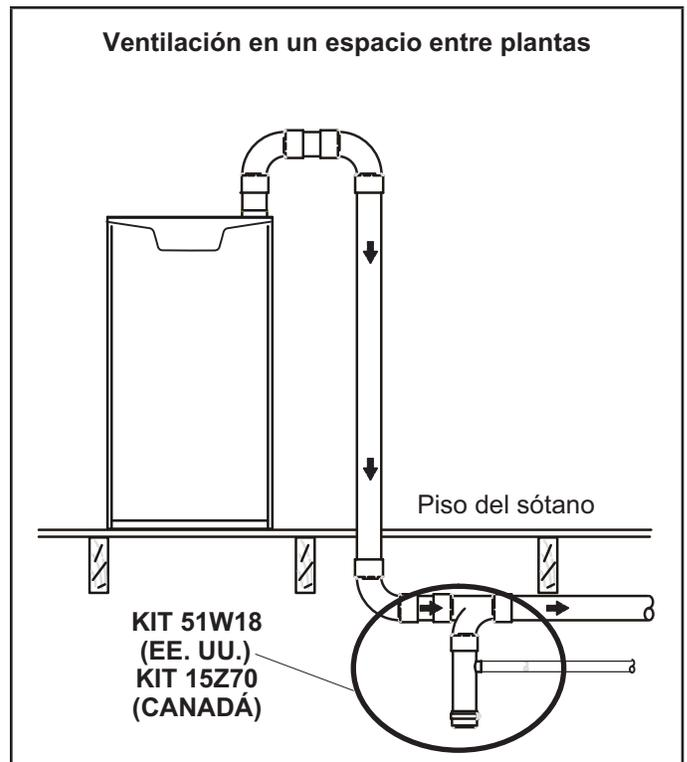

FIGURA 47
- 2 - Use un destornillador grande de punta plana o una extensión de la boquilla de accionamiento de 1/2" y retire el tapón (Figura 47) de la caja del cabezal del extremo frío en la ubicación apropiada en el costado de la unidad. Instale el accesorio del codo macho hembra de 3/4 NPT en la caja del cabezal del extremo frío. Use cinta de Teflón o un recubrimiento para tuberías apropiado.